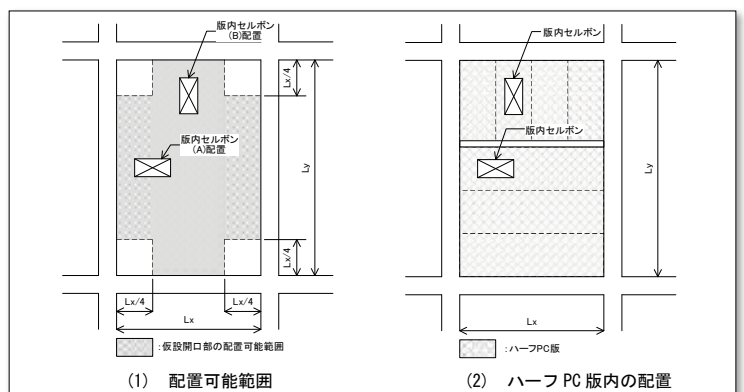

図 1 版内セルボンの設置例
2. 図 1. (1) に示すように、版内セルボンは、スラブ隅角部の $Lx/4 \times Lx/4$ (Lx はスラブの短辺長さ) の範囲を除く位置に配置する。また、図 1. (2) に示すように、版内セルボンは、スラブを構成する各ハーフ PC 版の長手方向に配置し、トラス筋とトラス筋の間に配置する。